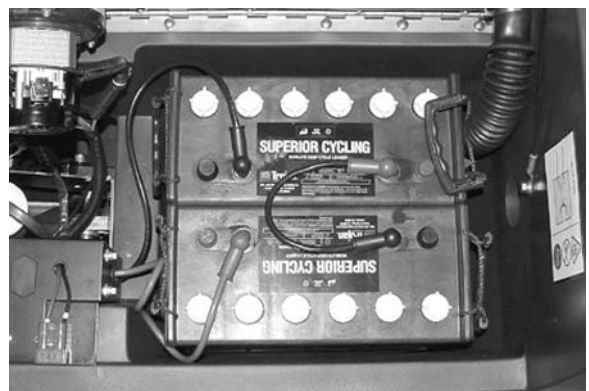

FIG. 2
3. Placez avec précaution les batteries dans le plateau qui se trouve au fond du compartiment et connectez les bornes comme illustré (Figure 2).